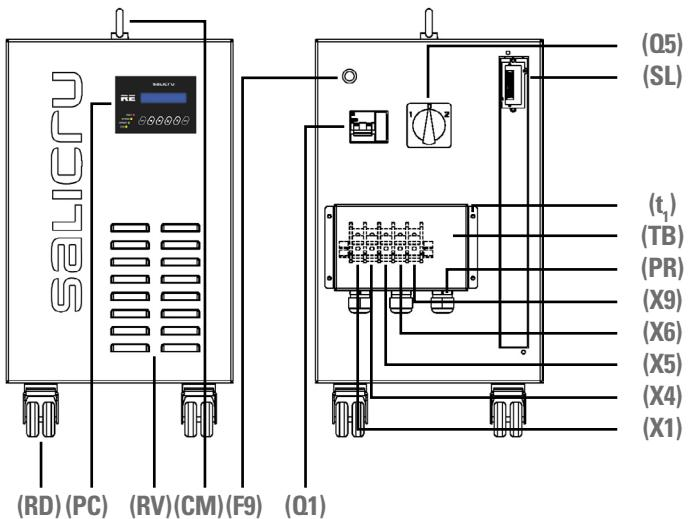

Fig. 6.
(0) L'expression «P x L x H.» est correspondu avec les dimensions maximales en mm de «Profondeur x Ampleur x Hauteur» et inclut tous ceux éléments-là installés de série dans chaque modèle qu'excédent du propre profil de la boîte ou armoire et qu'ils sont essentiels pour le fonctionnement ou sécurité, comme : interrupteurs, couvercles de terminaux, base de sustain (pied ou base), roues, ...
(1) L'anneau de levage n'est pas inclut dans l'hauteur totale de l'équipement dans les modèles correspondants aux Fig. 6, 7 et 8. L'hauteur de l'anneau de levage est de 45 mm, et il faut l'ajouter à l'hauteur indiquée pour chaque modèle pour obtenir l'hauteur totale.